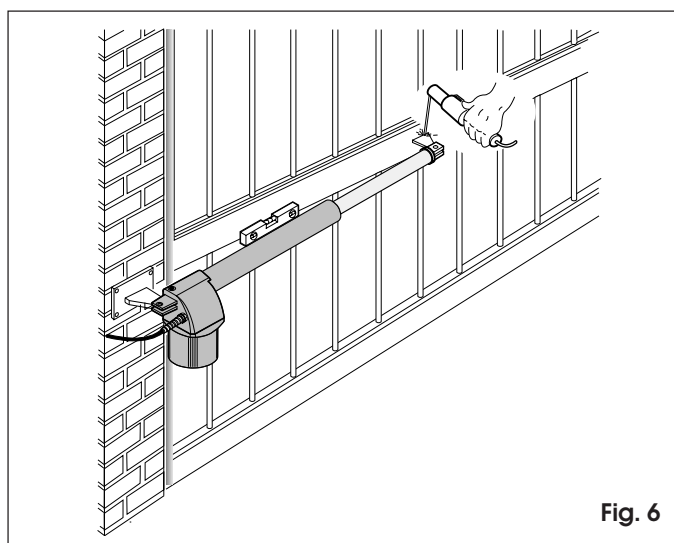

Fig. 6
- 8) Cerrar la hoja de la cancela y, manteniendo el actuador perfectamente horizontal, marcar en la hoja la posición del soporte anterior (fig. 6).